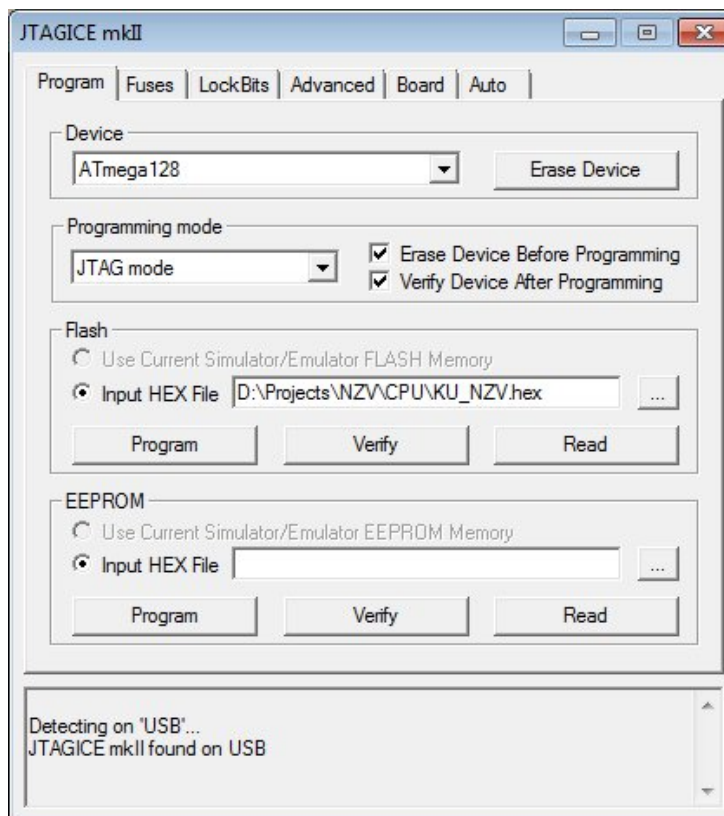

Рисунок 2
7) перейти на вкладку «Program» и в группе элементов «Flash» (рисунок 2) указать путь к загрузочному файлу «Perimeter.hex».